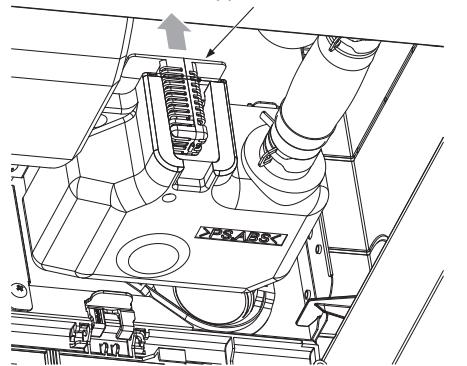

Fig.3
- 3** Rimuovere il supporto del vetro antibatterico sospeso all'interno del kit della pompa di drenaggio dal foro situato sulla parte superiore. (Fare riferimento alla Fig.3)